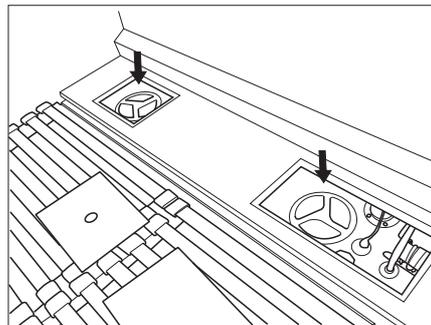

Bild 69 Reinigungsöffnungen Frischwassertank (Abb. ähnlich)
- Reinigungsöffnungen ausschrauben und abnehmen (Bild 69). Die Abflussöffnung ist jetzt zugänglich.